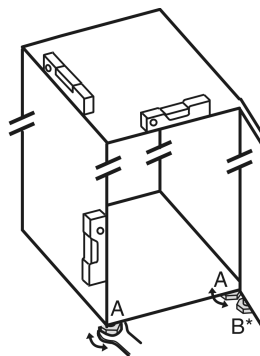

Fig. 46
- Выкрутите регулируемые опоры Fig. 46 (A) при помощи входящего в комплект поставки рожкового ключа и, используя уровень, выставьте устройство прочно и ровно по горизонтали.
- Выверните регулируемую опору Fig. 46 (B) на нижнем опорном кронштейне при помощи входящего в комплект поставки рожкового ключа до ее соприкосновения с полом.
- Поверните регулируемую опору Fig. 46 (B) еще на 90°.